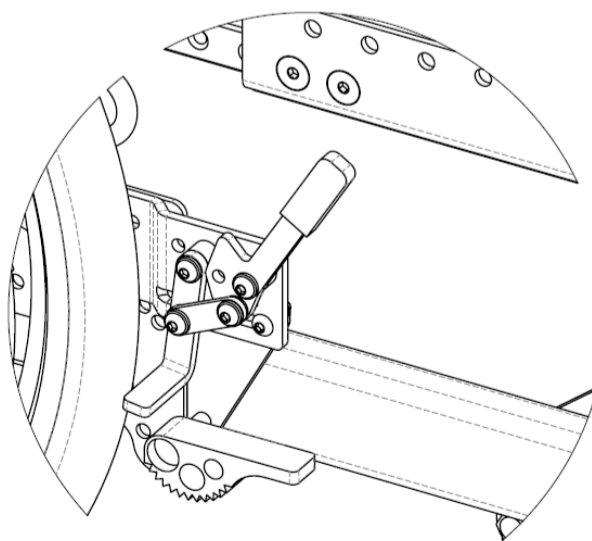

Fig. 15.42 Freno con blocco anti-arretramento
6. Per azionare il blocco anti-arretramento, spingere la camma dell'anti-arretramento in posizione abbassata (Fig. 15.42).